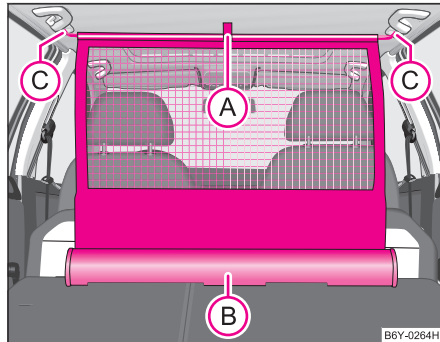

Abb. 63 Netztrennwand ausrollen
- Ziehen Sie die Netztrennwand an der Lasche **A** aus dem Gehäuse **B** ⇒ Abb. 63.